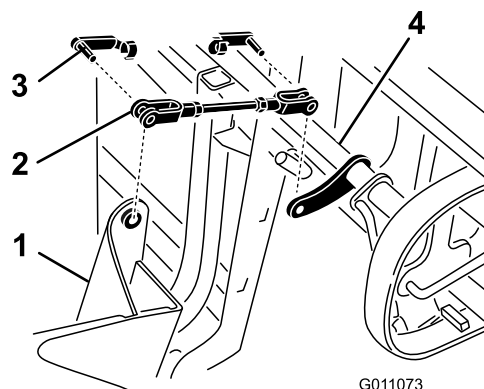

Figura 13
9. Instale as forquilha na estrutura do depósito de recolha de relva e manípulo e prenda-as com duas molas de pino de segurança (Figura 13).
10. Rode a ligação do manípulo do depósito de recolha de relva até à estrutura do depósito de recolha de relva e prenda-a com uma mola de pino de segurança (Figura 13). Desaperte e rode a forquilha se necessário para alinhar com a estrutura do depósito de recolha de relva.